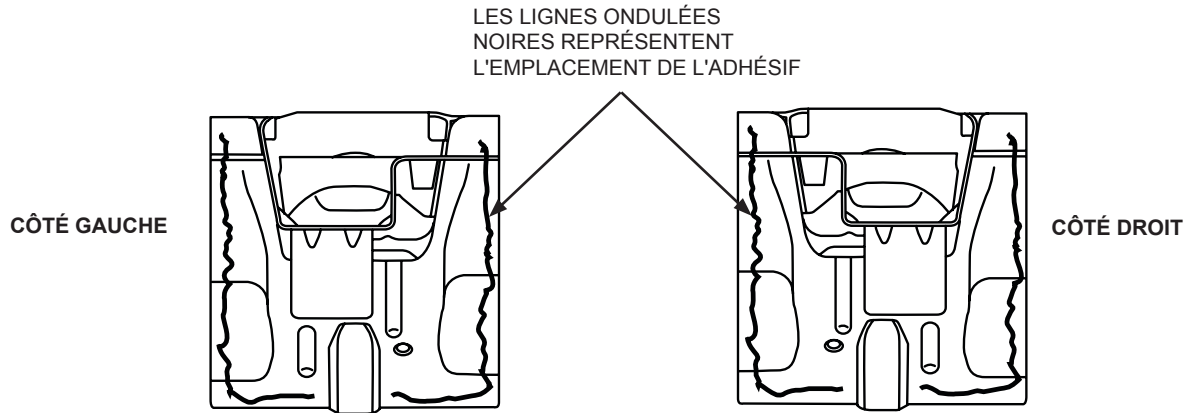

FIGURE 5
- Voir figures 5 et 6 pour l'emplacement de l'adhésif.